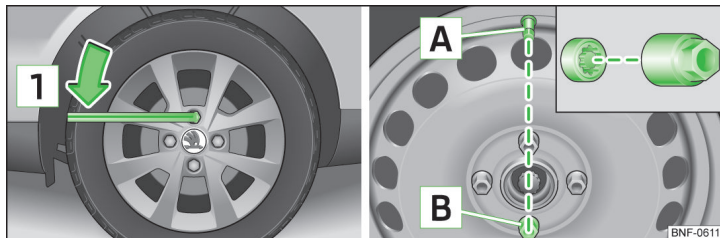

Fig. 110 Cambio de rueda: Soltar los tornillos de rueda / posición contraria de la válvula de rueda y los tornillos de rueda antirrobo
Fijarse que los tornillos de rueda antirrobo **B** se encuentran al frente de la válvula de rueda **A** » fig. 110.
- Agarre la llave por el extremo y gire el tornillo aproximadamente **una** vuelta en el sentido de la flecha **1** » fig. 110.
- Agarrar la llave por el extremo y girar el tornillo en el sentido contrario al de la flecha **1** » fig. 110 hasta que quede fijo.